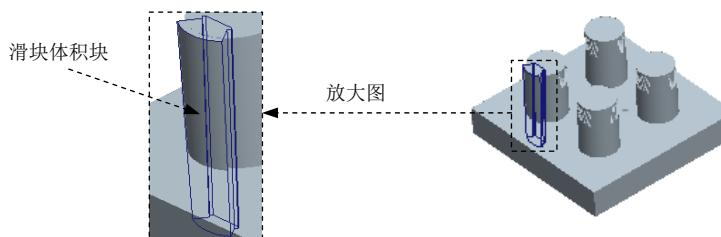

图 25.28 滑块体积块
(3) 定义混合截面的深度。在系统弹出的 **DEPTH (深度)** 菜单中选择 **Done (完成)** 命令，然后在 **输入截面2的深度** 中输入数值 58，按回车键。
Step5. 单击“伸出项”对话框中的 **预览** 按钮，结果如图 25.28 所示，然后单击 **确定** 按钮。